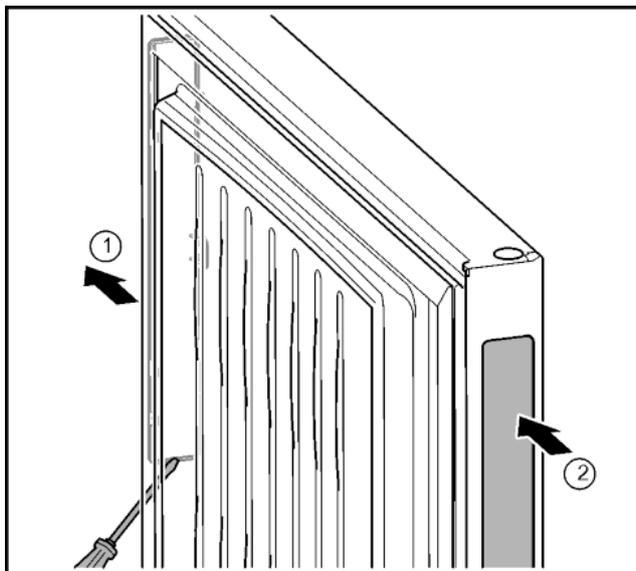

Fig. 21
- ▶ Зніміть кришку пристрою відкривання дверей шлицевою викруткою на протилежній стороні. Fig. 21 (1)
- ▶ Вставте у отвір, що звільнився. Fig. 21 (2)